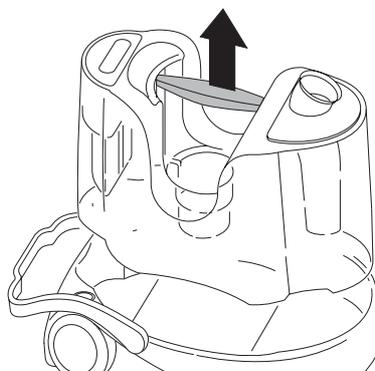

fig. 3
- Extraiga el tambor recoge sólidos/líquidos E utilizando la manilla específica prevista en el tambor (fig. 3).